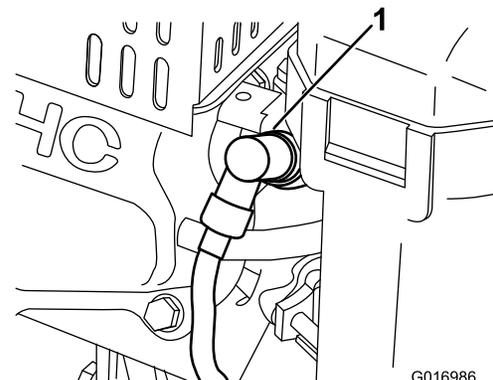

Figure 27
- Débranchez la bougie (Figure 27).